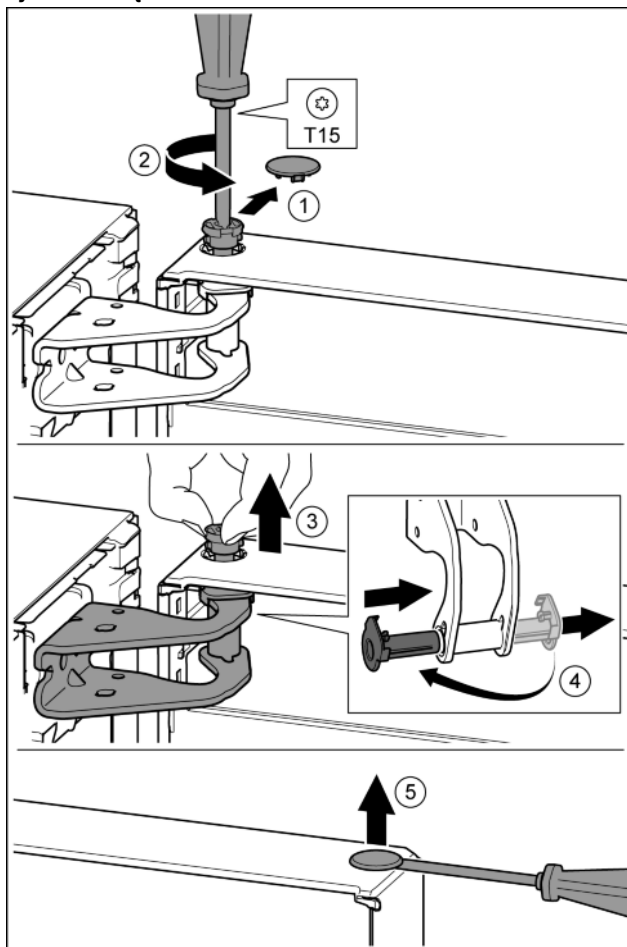

Fig. 12
- Ostrożnie zdjąć osłonę zabezpieczającą. Fig. 12 (1)
- Sworzeń wykręcić nieco przy pomocy śrubokręta T15. Fig. 12 (2)
- Przytrzymać drzwi i wyjąć sworzeń palcami. Fig. 12 (3)
- Tuleję łożyskową wyjąć z prowadnicy. Założyć z drugiej strony i zażębić. Fig. 12 (4)
- Zatyczkę ostrożnie podważyć przy pomocy śrubokręta i wyjąć z tulei łożyskowej drzwi. Fig. 12 (5)